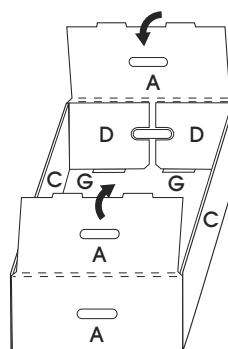

Figure 6
6. Pliez les panneaux latéraux avec poignées (A) par-dessus les rabats latéraux (D) et sécurisez la languette du rabat latéral (A) dans les fentes (G). (Voir Figure 6)